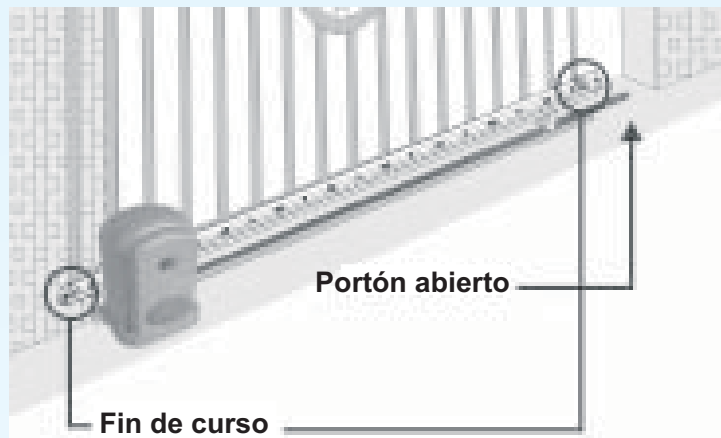

Fig 1
- El equipo deberá estar completamente instalado y el Portón deberá estar abierto, es decir, los finales de carrera no deberán coincidir con los imanes (fig 1).